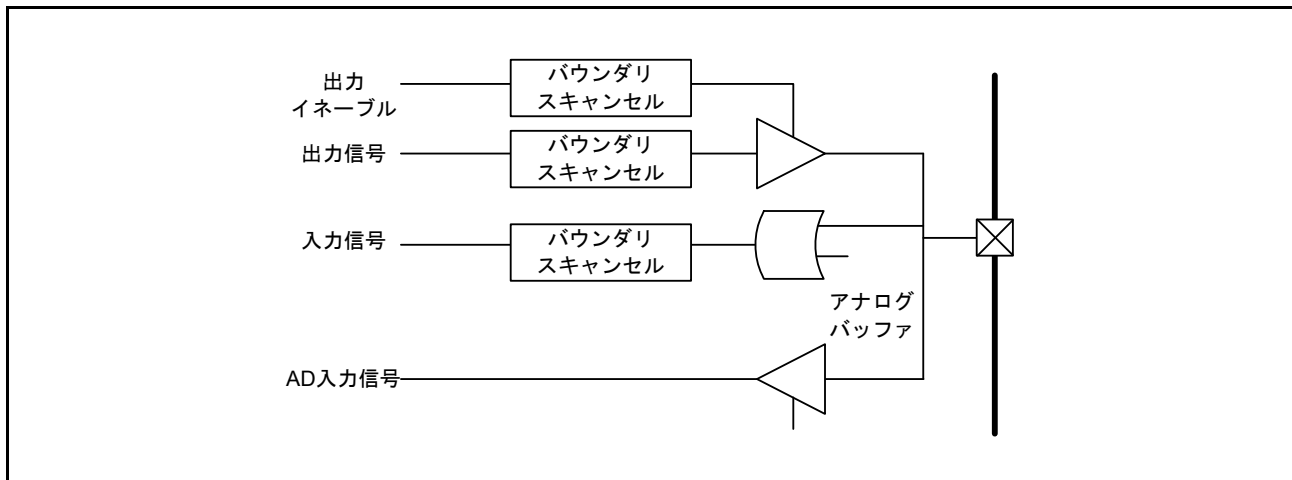

図 40.4 AD 端子の構成
15. 複合 IO の場合、バウンダリスキャンの規格を守るように注意願います。AD 入力との複合 IO 構成 (P90 ~ P97, PD0 ~ PD7, P86 ~ P87) を「図 40.4 AD 端子の構成」に示します。AD 入力として使